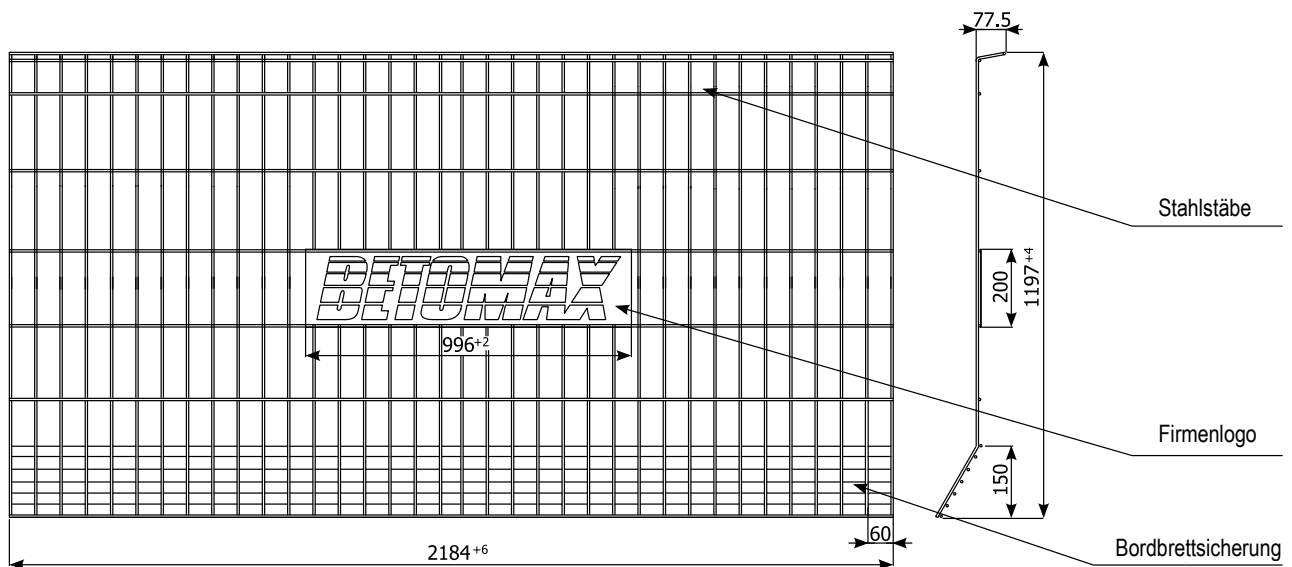

Abb. 33 Schutzgitter
1.3.31. Schutzgitter (Abb. 33)